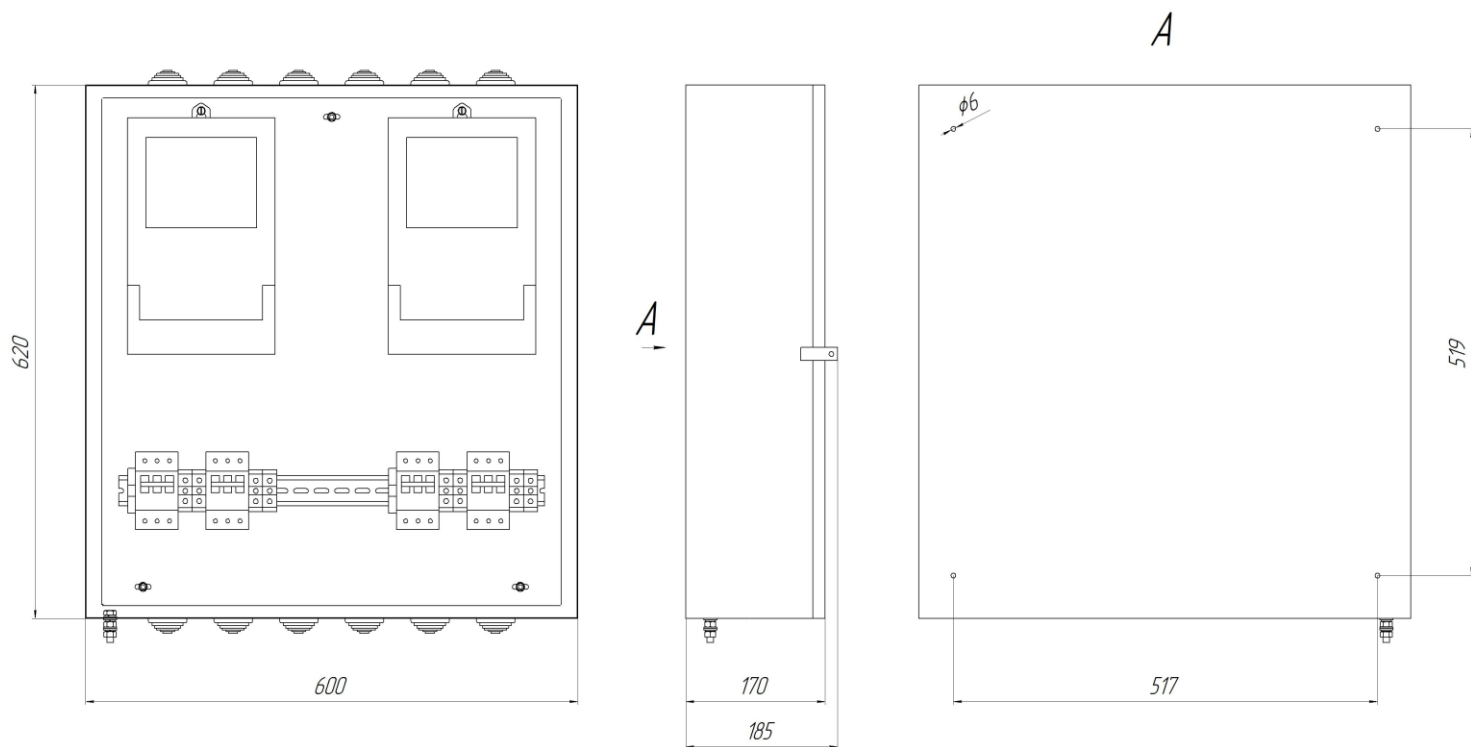

Рис. 1.
2.3 Габаритно-присоединительные размеры щита указаны на рис. 1.
5.1 Крепеж щита предусмотрен через отверстия, расположенные на задней стенке корпуса (Рис.1).